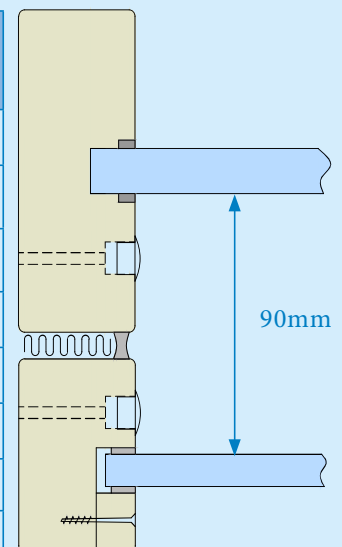

Fig. 2
**Tabell 2** 90 mm. avstand mellom glass (Fig. 2)